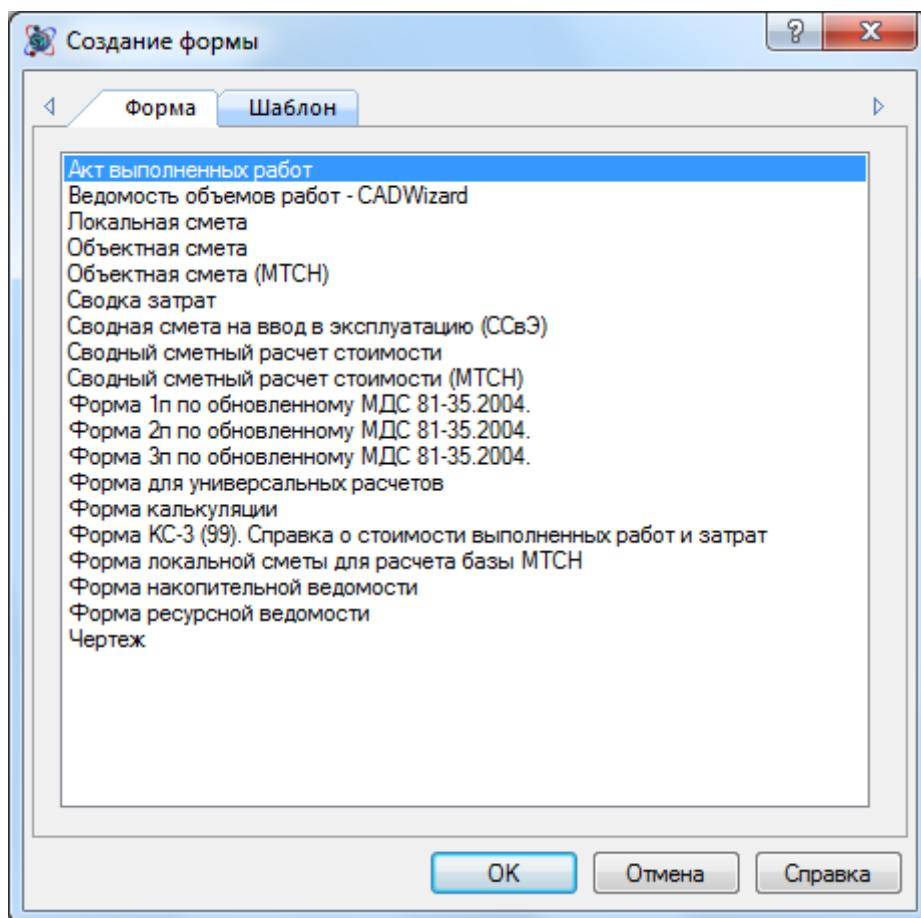

Рис. 1.26 Диалоговое окно Создание формы
3. В открывшемся диалоговом окне *Создание формы* (рис. 1.26) выбрать нужную форму и нажать на кнопку **OK**.
- В открывшемся диалоговом окне Создание формы (см. рис. 1.26) выбрать нужную форму и нажать на кнопку ОК.
3. В открывшемся диалоговом окне *Создание формы* (см. рис. 1.26) выбрать нужную форму и нажать на кнопку ОК.